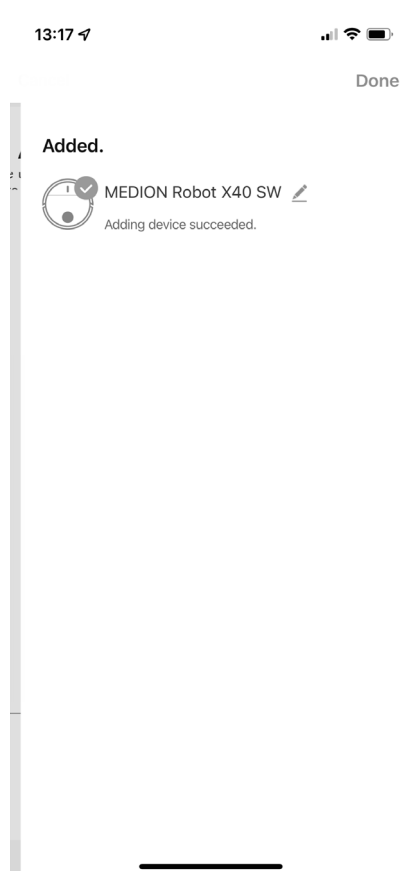

Fig. 10
- ▶ A questo punto è possibile rinominare il robot aspirapolvere. Successivamente è possibile selezionare l'apparecchio nell'elenco degli apparecchi (**vedere la fig. 10**).